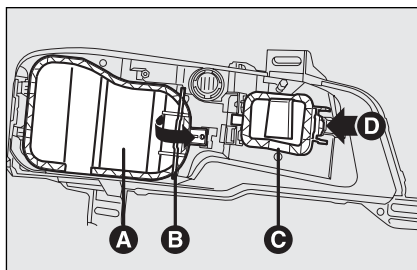

fig. 27
- ☐ enlever le couvercle de protection **A** e **C-fig. 27** en décrochant les dispositifs de retenue correspondants **B** et **D**;